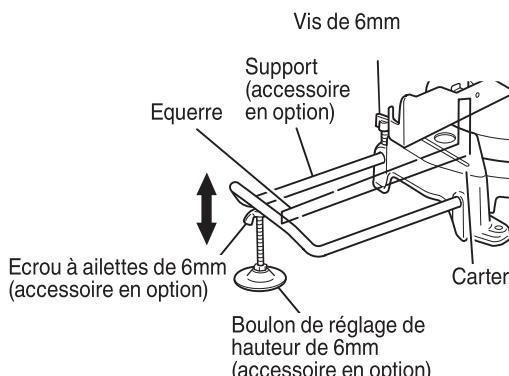

Fig.10
- (1) Comme indiqué à la Fig. 10, utiliser une équerre en acier pour aligner le bord supérieur des supports sur la surface du socle. Desserrer l'écrou à ailettes de 6mm. Tourner un boulon de réglage de hauteur de 6mm, et régler la hauteur du support.
- (2) Après le réglage, serrer à fond l'écrou à ailettes et fixer le support avec la vis de 6mm (accessoire en option). Si la longueur du boulon de réglage de la hauteur de 6mm est insuffisante, insérer une plaque mince dessous. S'assurer que l'extrémité du boulon de réglage de la hauteur de 6mm ne dépasse pas du support.